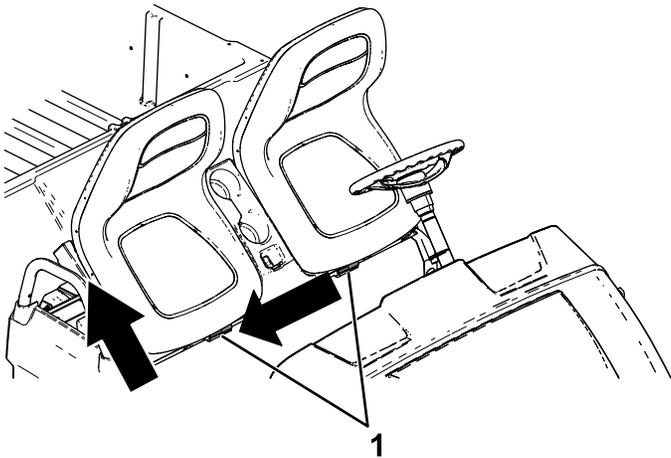

図 27
2. 座席アセンブリを横にスライドさせてピンから外して吊り上げる 図 27。